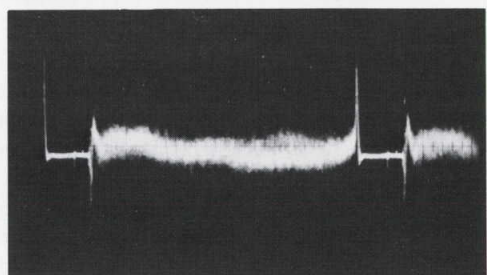

Fig. 4-12-4 Réglage de PHASE SET TRANSF. (Réglage ADD à l'oscilloscope à deux canaux)
- (6) Commuter l'oscilloscope en position **ADD** (addition).
- (7) Comme représenté sur la **Fig. 4-12-4**, agir alternativement de ± 30 degrés sur la résistance variable **R504 H LIN.-1 VR** et régler le noyau **T102 PHASE SET TRANSF.** pour limiter le déplacement et la pente de la forme d'onde obtenue par **ADD**.